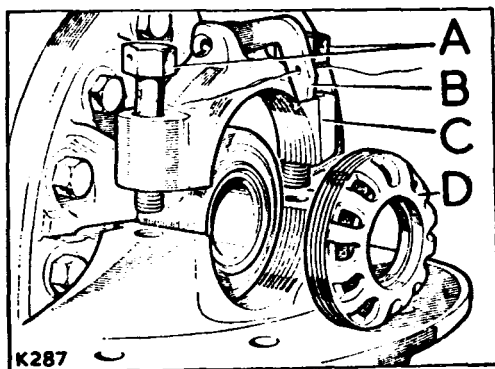

Fig. E1-39.- Tapas de los cojinetes y tuercas de ajuste.
- 1.01.- Retirar las tapas de los cojinetes, C (Fig. E1-39), sujetas por los tornillos, A, quitando el precinto de alambre previamente.